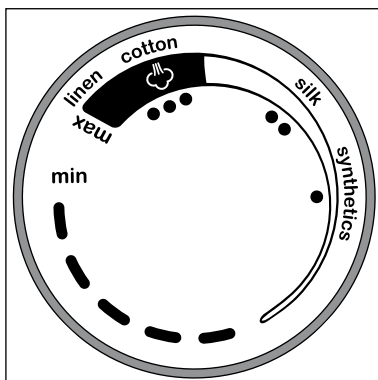

Fig. 2
- 3) Réglez la température adaptée avec le thermostat 6 (voir tableau ci-dessous et fig. 2).